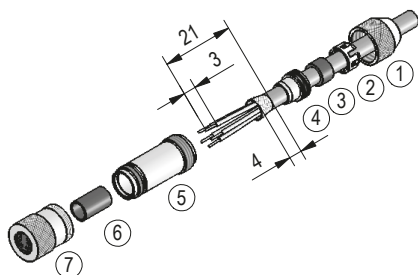

Abb. 12: Gegenstecker M8 gerade
**Montage (Abb. 12)**
1. Teile ① ... ④ über Kabelmantel schieben.
3. Schirm kürzen, aufweiten und um Schirmring ④ legen.
4. Litzen durch Kupplungshülse ⑤ fädeln und abisolieren.
5. Teile ② ... ④ montieren. Druckschraube ① andrehen um das Kabel zu fixieren.
6. Isolierschlauch ⑥ auffädeln, Litzen anlöten und Isolierschlauch montieren.
7. Kupplungshülse ⑤ mit Einsatz ⑦ verschrauben und Druckschraube ① festdrehen.